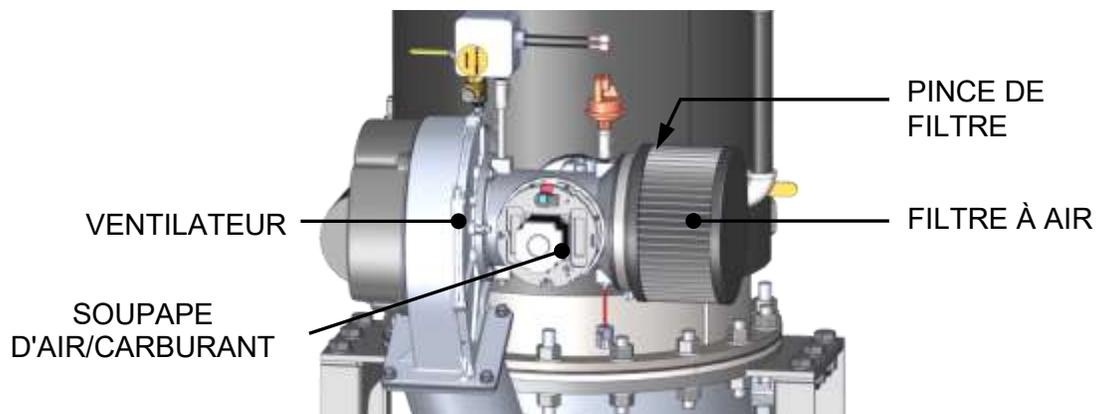

Figure 6.10 : Emplacement de montage du filtre à air
3. Voir la figure 6.10 et localiser le filtre à air fixé à l'entrée de la soupape d'air/carburant.